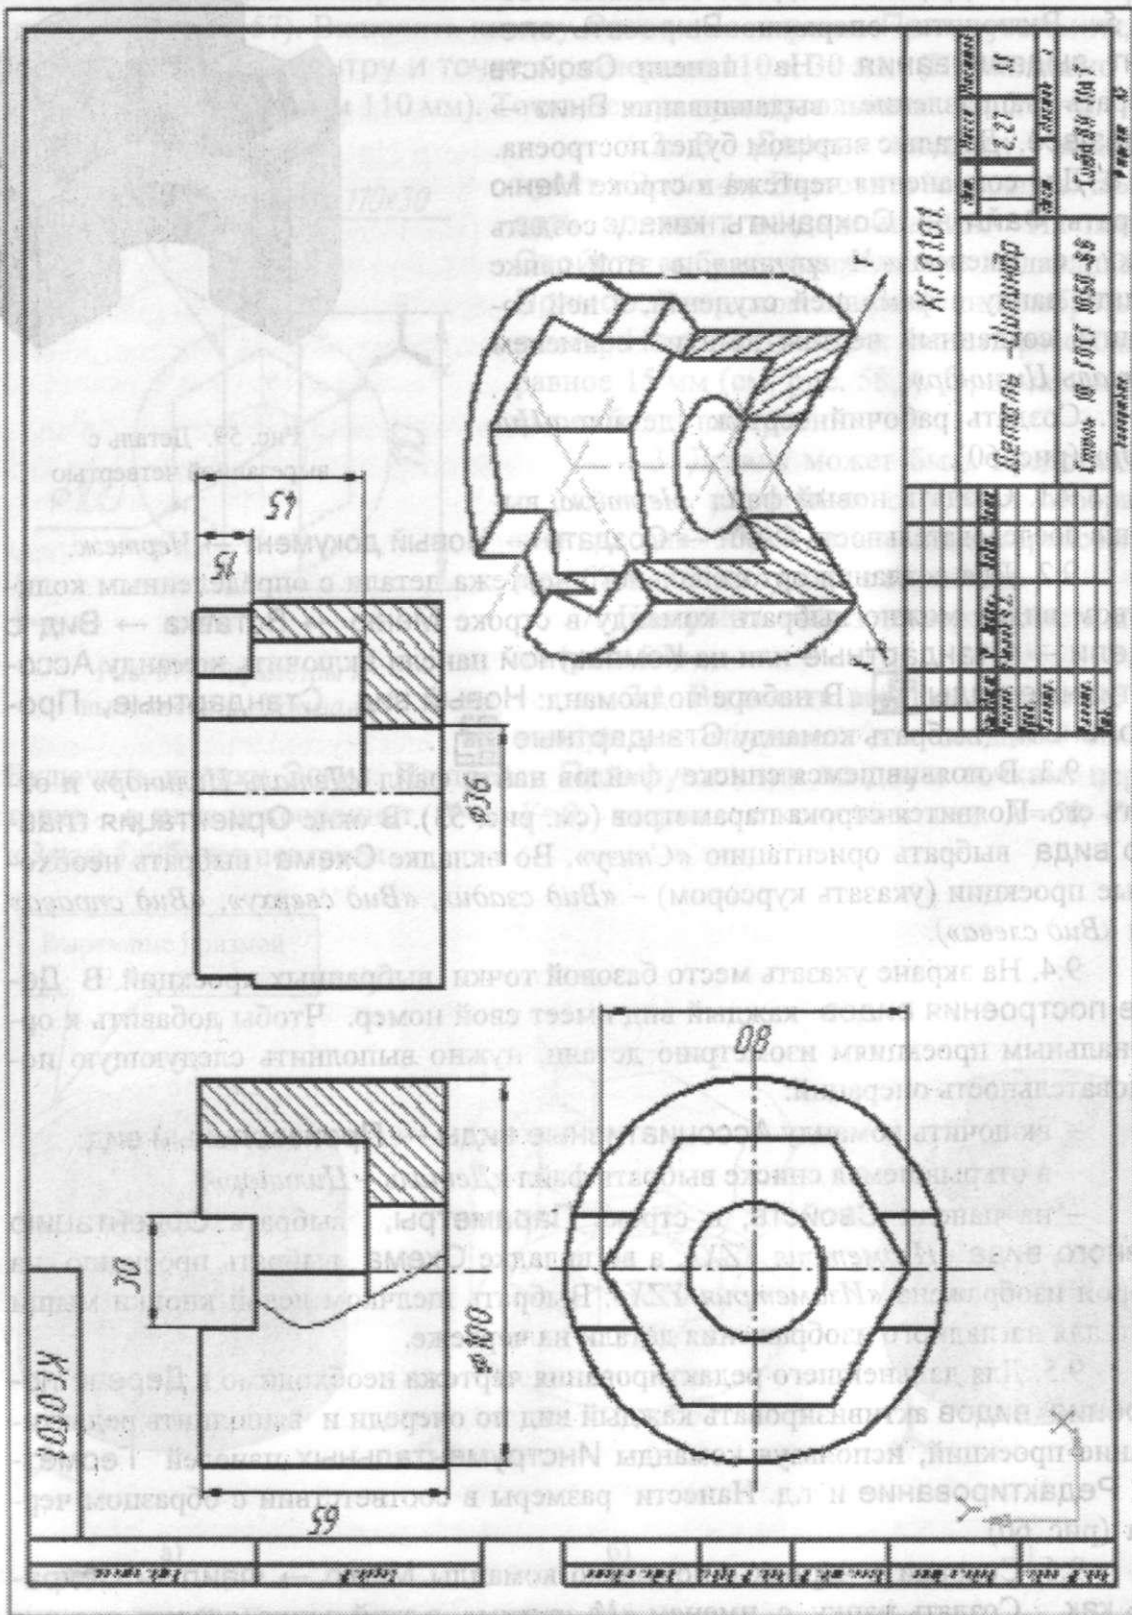

Рис. 60. Пример выполнения задания № 5
Для выполнения графической работы, приведенной на рис. 60, с помощью трехмерного твердотельного моделирования предлагается следующая последовательность операций:
9. Создать рабочий чертеж детали «Цилиндр» (рис. 60).
9.5. Для дальнейшего редактирования чертежа необходимо в Дереве построения видов активизировать каждый вид по очереди и выполнить редактирование проекций, используя команды Инструментальных панелей Геометрия, Редактирование и т.д. Нанести размеры в соответствии с образцом чертежа (рис. 60).